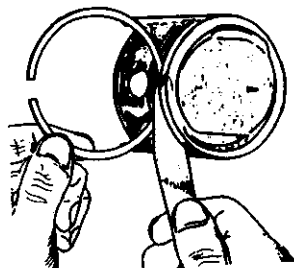

图 2-9 测量活塞环的侧隙
②侧隙。侧隙即活塞环在槽内的上下间隙。侧隙过大将影响活塞环的密封作用，过小将会卡死在环槽内。检查时，可将环放入环槽内，用厚薄规按图 2-9 所示的方法测量。